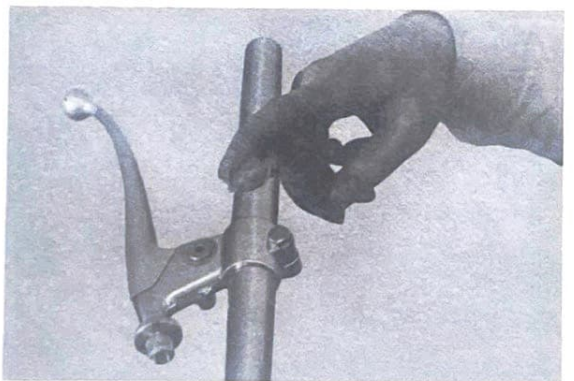

Fig. 18
11. Apply a light coating of grease to the right handlebar end and throttle grip housing. (Fig. 18)
11. Enduire d'une fine couche de graisse l'extrémité droite du guidon et le boîtier de la poignée d'accélération. (Fig. 18)